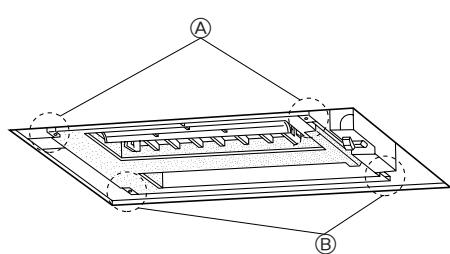

Fig. 5-2
5.2. Comprobaciones a realizar antes de la colocación (Fig. 5-2, 3)